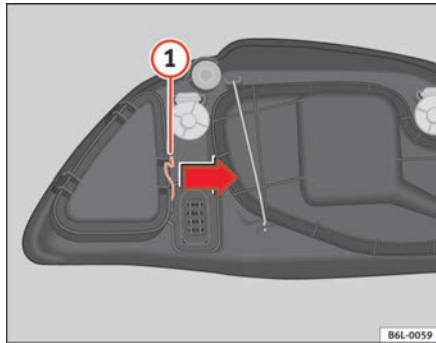

Abb. 156 Blinklicht
- Die Strebe ① ⇒ Abb. 156 in Pfeilrichtung verschieben und den Deckel abnehmen.